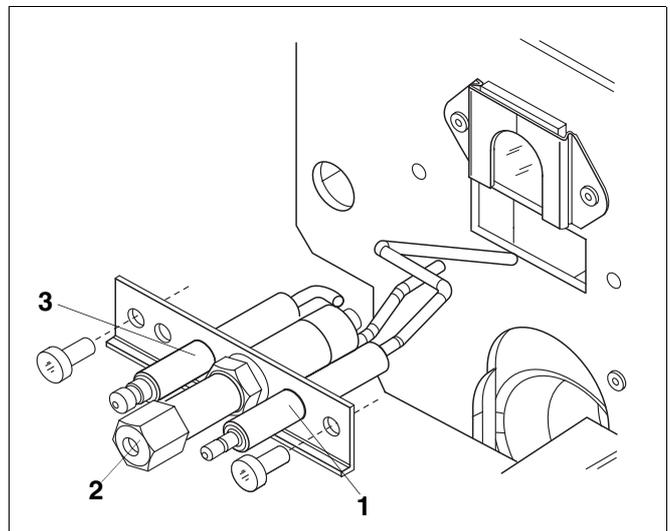

Abb. 1 Einbausituation Startbrenner AEM
- Startbrenner, daran montiert Klemmring und Mutter für Startgasleitung Ø 4 mm (Abb. 1, **Pos. 2**)
- Neuen Startbrenner einbauen. Dabei auf die Einbaulage achten: Zündelectrode links (Abb. 1, **Pos. 3**), Ionisationselectrode rechts (Abb. 1, **Pos. 1**).